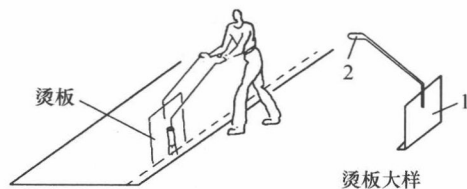

图 1-12 熔烧搭接缝隔离层
搭接缝施工	热熔卷材表面一般都有一层防粘隔离层,如将其留在搭接缝间,则不利于搭接黏结。因此,在热熔黏结搭接缝之前,应先将下一层卷材表面的防黏隔离层用喷枪熔烧掉,以利搭接缝黏结牢固。 (1)操作时,由持喷枪的工人拿好烫板柄,把烫板沿搭接粉线向后移动,喷枪火焰随烫板一起移动,喷枪应紧靠烫板,并距卷材高约 50~100 mm,如图 1-12 所示。 (2)喷枪移动速度要控制合适,以刚好熔去隔离层为准。在移动过程中,烫板和喷枪要密切配合,切忌火焰烧伤或烫板烫损搭接处的相邻卷材面。另外,在加热时还应注意喷嘴不能触及卷材,否则极易损伤或戳破卷材。 (3)辊压时,待搭接缝口有热熔胶(胶黏剂)溢出,收边人员趁热用棉纱团抹平卷材后,即可用抹灰刀把溢出的热熔胶刮平,沿边封严。